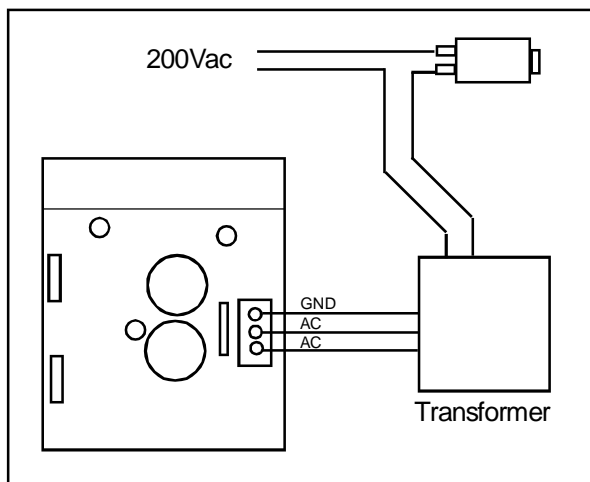

Figure 8 : Power Supply Testing Setup
Sundin ang Connection sa Figure 8.
- [1] Sundin ang Setup sa Figure 8. Habang ginagawa ito, huwag muna'ng isaksak ang AC cord sa 220Vac.